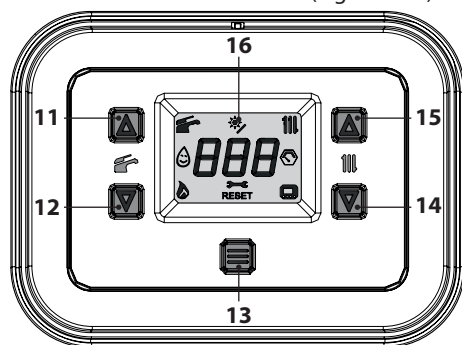
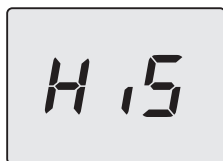
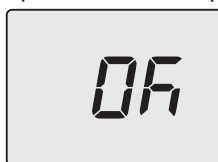

Figura 5.75
Figura 5.76
Figura 5.80
- Entrare in "modalità programmazione" premendo contemporaneamente per 5 secondi i tasti 12 e 14 (Figura 5.75) fino a far apparire sul display LCD le lettere **HiS** che indicano il menu "Storico delle caldaia" (Figura 5.76).
- Premere per 1 sec. il tasto 13 (Figura 5.75) per entrare nel parametro selezionato. Il display visualizzerà quanto segue (6=60 secondi) (Figura 5.79).
- Premendo il tasto 13 (Figura 5.75) si ottiene la conferma del valore inserito. Il display visualizzerà per 5 sec. quanto segue (Figura 5.80) poi, si porterà al livello superiore.
- tenere premuti contemporaneamente i tasti 12 e 14 per 5 sec. (Figura 5.75) (ritorno al livello precedente).